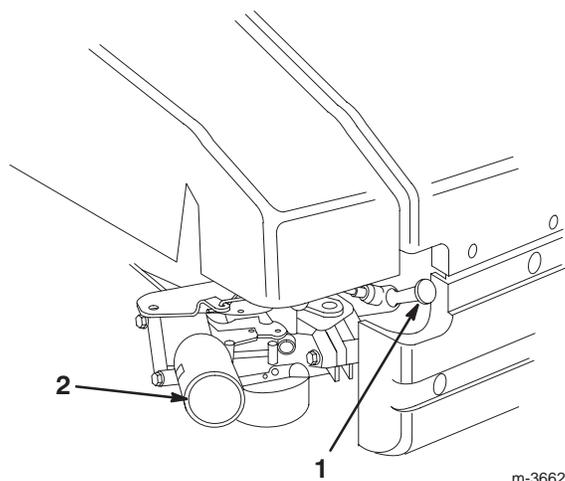

**Figure 12**
3. Serrer la barre de commande de lame contre le mancheron (Fig. 12).
- A. Tirer lentement la poignée du lanceur jusqu'à ce qu'on sente une résistance, puis la tirer vigoureusement (Fig. 12).